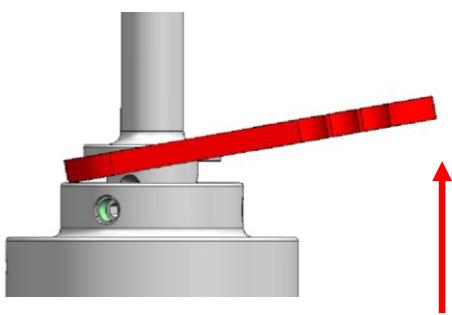

Fig. 5
2. 将刀片壳向前拉动，与控制单元分离开来。如果是较小尺寸的刀片壳，可以使用SOLO扳手来分离 (图5)。
2. Pull the blade housing forward, away from the tool head. By small diameters and/or short length, use the SOLO key for disassembly (Fig. 5).